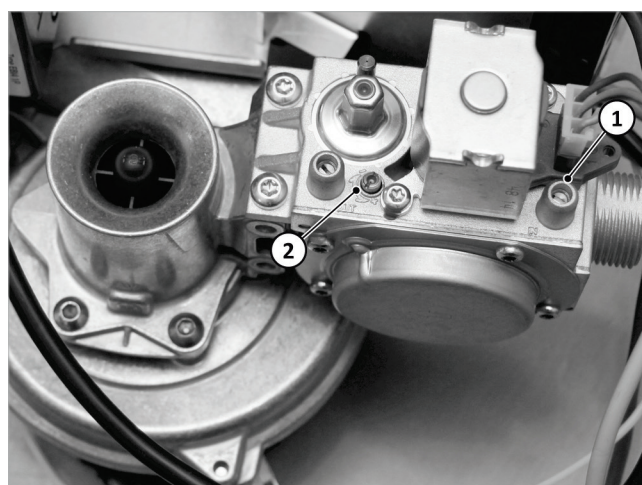

Fig. 115: Ajuste del quemador
- Para comprobar la presión dinámica del gas con el quemador en marcha se debe utilizar la conexión de medición → fig. 115 (1).